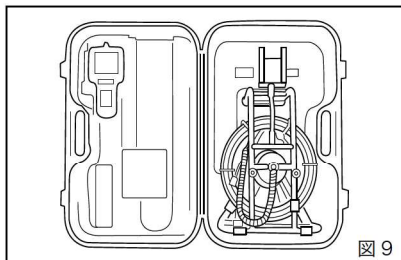

図 9
①運搬の際には専用のキャリングケースを使用し、モニタ本体、ケーブルドラムを所定の場所に入れてください。(図 9)